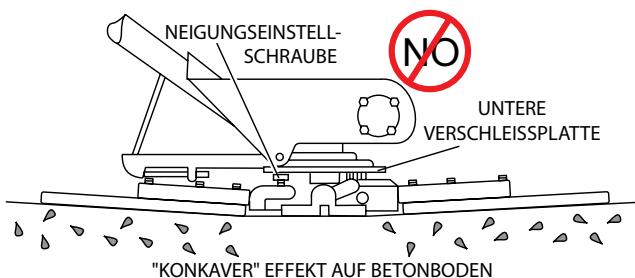

Abbildung 50. Inkorrekte Anpassung der Drehkreuzplatte
6. Abbildung 50 stellt eine **“falsche Einstellung”**, verschlissene Drehkreuzbuchsen oder gebogene Glättarme dar.